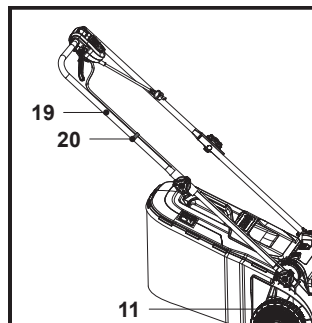

Fig. 4
6. Fije el cable de control (19) con el sujetacables (20) (Fig. 4).